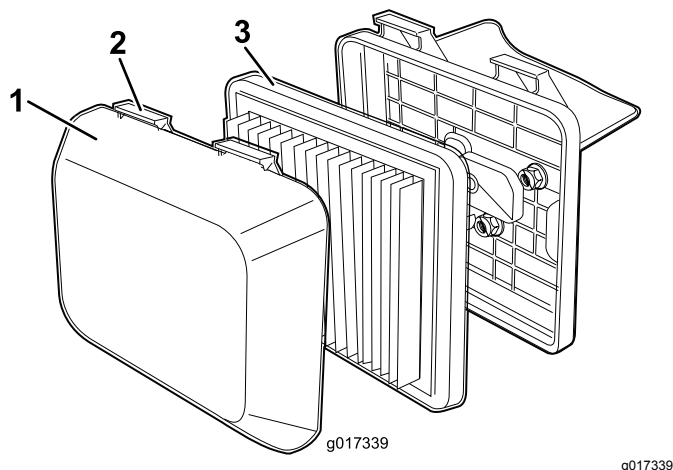

Figura 21
1. Premete verso il basso le linguette di chiusura del coperchio del filtro dell'aria (Figura 21).
3. Togliete il filtro (Figura 21).